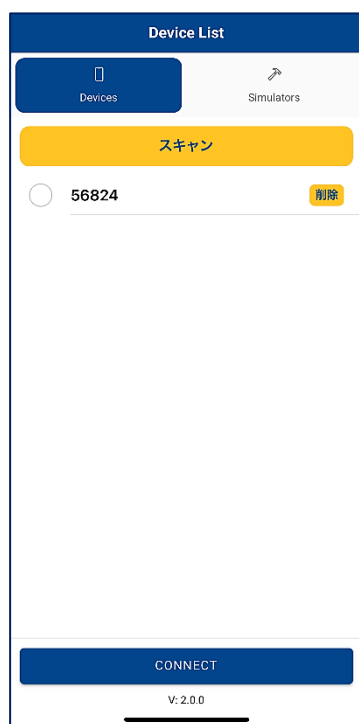

図 1
6. デバイスが検知されると、リストに追加されます(図 1)。